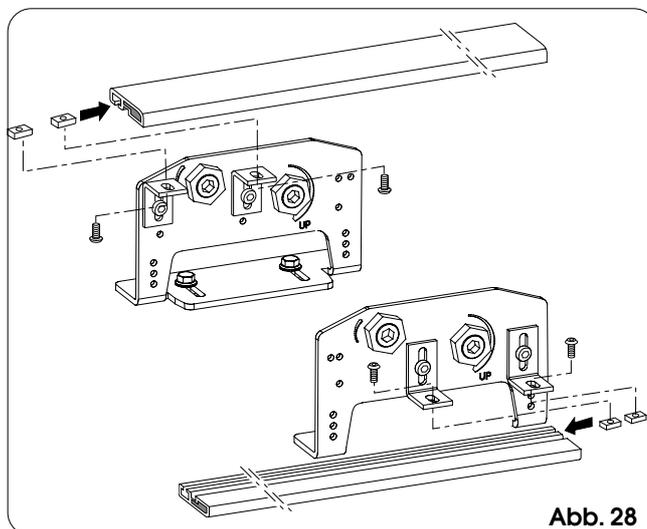

Abb. 28
- Die Antriebsstangen bei offenen Flügeln mit den mitgelieferten Zugschrauben M5 (Abb. 28) so auf den Schlitten befestigen, daß der entsprechende Verschluss auf dem Riemen sich neben der Riemenscheibe (des Vorgeleges oder des Motors) befindet.
- Die Antriebsstange bei geschlossenem Flügel mit den mitgelieferten Zugschrauben M5 (Abb. 28) so auf dem Schlitten befestigen, daß der entsprechende Verschluss auf dem Riemen sich neben der Riemenscheibe (des Vorgeleges oder des Motors) befindet.